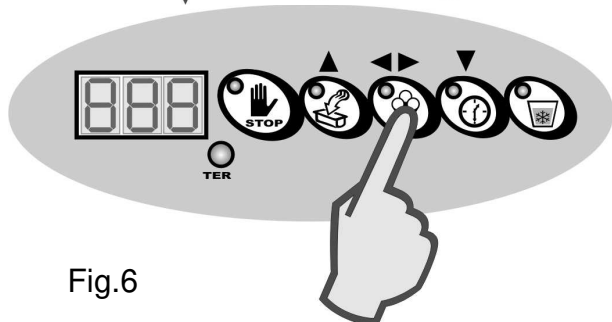

Fig.6
- Ensuite, appuyer sur la touche Confirmation pour mettre en marche le nouveau cycle de production granité (fig. 6).